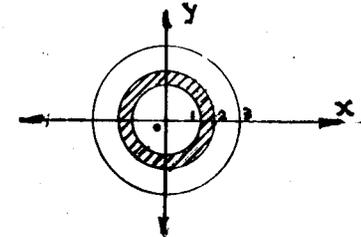

FIGURA 3
- 9.- Con las velocidades calculadas en cada uno de los puntos, considere un promedio (v-prom.) entre puntos vecinos y multiplicando por el área del anillo comprendida entre los puntos considerados, se obtiene un gasto parcial (Q_i) según la figura 3. Calculando de la misma manera y luego sumando los gastos parciales obtenemos el gasto total (Q_t).